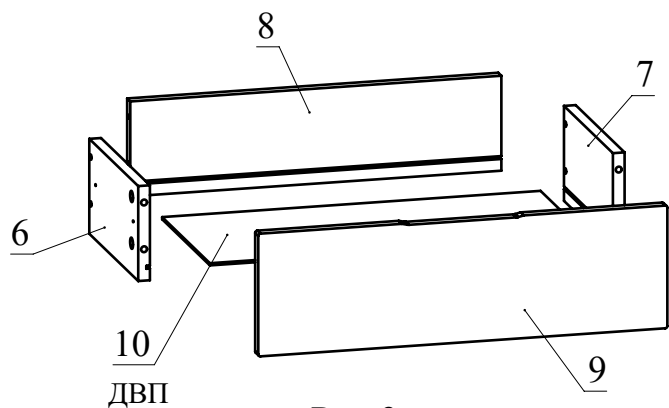
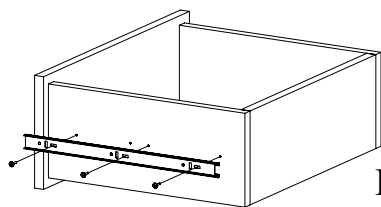

Рис.9
Рис.10
8. Соберите ящик. Для этого соедините детали 6, 7 с деталью 8 при помощи конфирматов. Вставьте дно ящика 10 из ДВП в пазы деталей 6, 7, 8. Соедините фасад ящика 9 с полученной конструкцией и затяните головки минификсов (Рис. 9). Закрепите внутренние планки направляющих на деталях 6 и 7 шурупами 3,5х16 (Рис. 10).